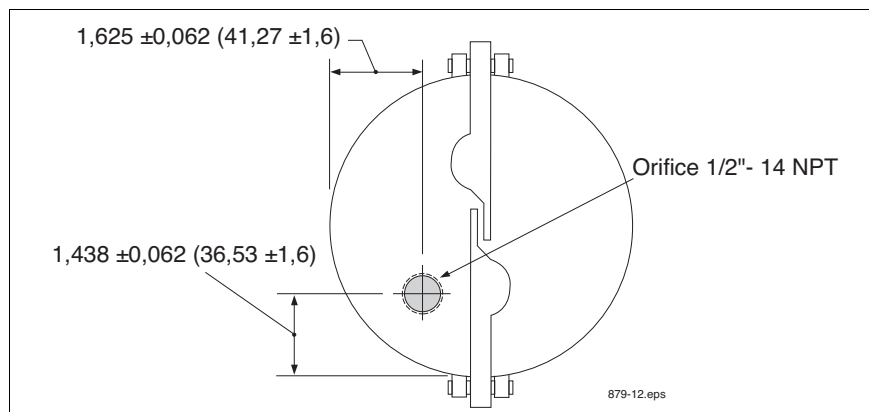

Figure 15. Modification d'un bouchon métallique pour tuyau ascendant existant
2. Percez et taraudez le bouchon pour un filetage de serre-câbles 1/2"-14 NPT [Figure 15].